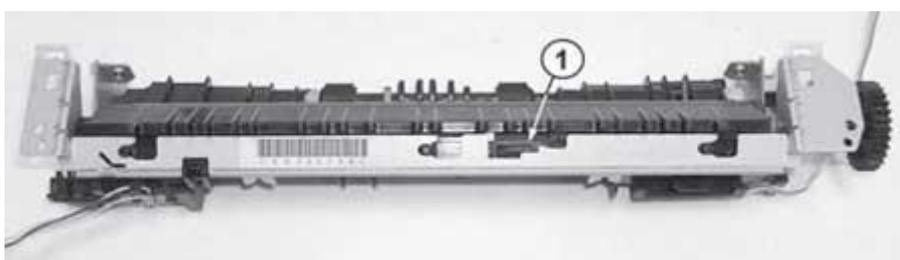

Рис. 14. Фиксатор
6. Отжимают фиксатор (рис. 14, поз. 1) и, переместив вправо направляющую бумаги, снимают ее.